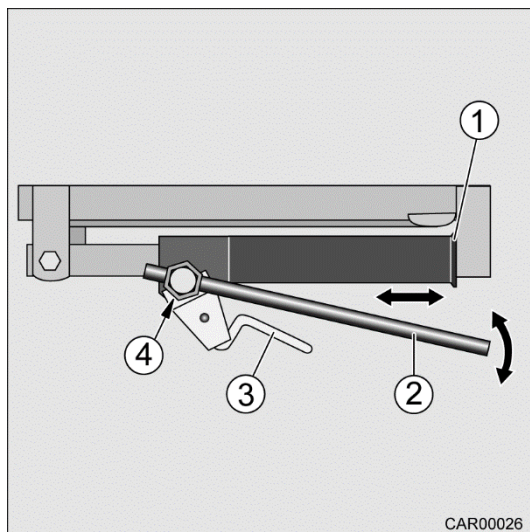

Fig. 43 Béquille arrière à manivelle s-plus
1. Placer la clé à douille (Fig. 43/2) sur l'écrou hexagonal (Fig. 43/4).
2. Amener la béquille arrière à manivelle (Fig. 43/1) avec la clé à douille (Fig. 43/2) en position avant extrême.
3. Enlever la clé à douille (Fig. 43/2) de l'écrou hexagonal (Fig. 43/4).
4. Pivoter la béquille arrière à manivelle (Fig. 43/1) vers le bas. Pour ce faire, pousser sur le levier de sécurité (Fig. 43/3).
4. Pivoter la béquille arrière à manivelle (Fig. 43/1) vers le haut. Pour ce faire, pousser sur le levier de sécurité (Fig. 43/3).
5. Placer la clé à douille (Fig. 43/2) sur l'écrou hexagonal (Fig. 43/4).
6. Amener la béquille arrière à manivelle (Fig. 43/1) avec la clé à douille (Fig. 43/2) en position de stationnement.